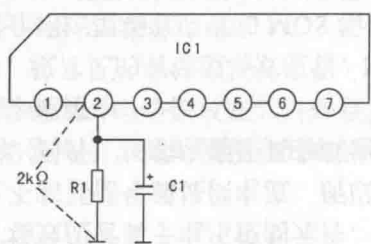

图 1-23 集成电路在路测量法示意图
当集成电路 IC1 及外围元件（如图 1-23 所示）正常时，IC1②脚与地之间电阻值为 $2k\Omega$ ，该阻值是电阻 R1 与集成电路内部电路并联值。若现测得②脚与地之间电阻值为 100Ω 左右（红表笔接地，黑表笔接②脚测量），可能是 R1、C1 损坏，也可能是集成电路本身损坏，为判断故障所在，先检查 R1、C1 是否正常，如果正常，则说明集成电路内部损坏。